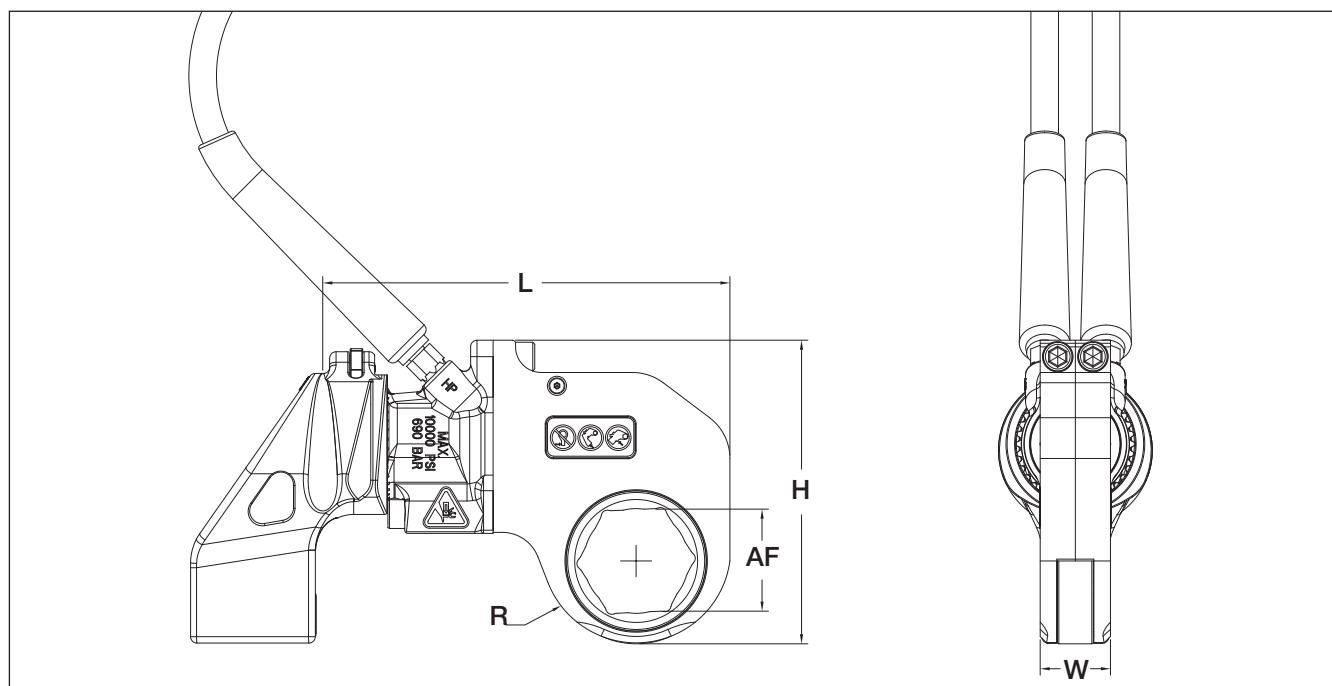

Abb. 7.1-1
7.2.1 Tabelle (Imperiales System) – RSL-Sechskant-Kassette (für die Positionen der Abmessungen AF, R, L, H und W siehe Abb. 7.1-1)
(für die Positionen der Abmessungen AF, R, L, H und W siehe Abb. 7.1-1)